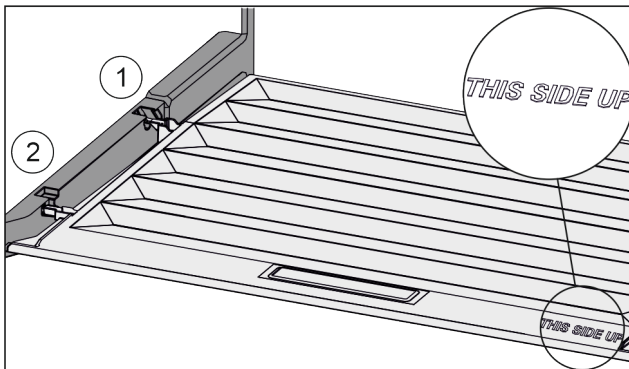

Fig. 27
- ▶ Inserire le nervature del coperchio attraverso l'apertura del supporto posteriore Fig. 27 (1) e innestare anteriormente nel supporto Fig. 27 (2).